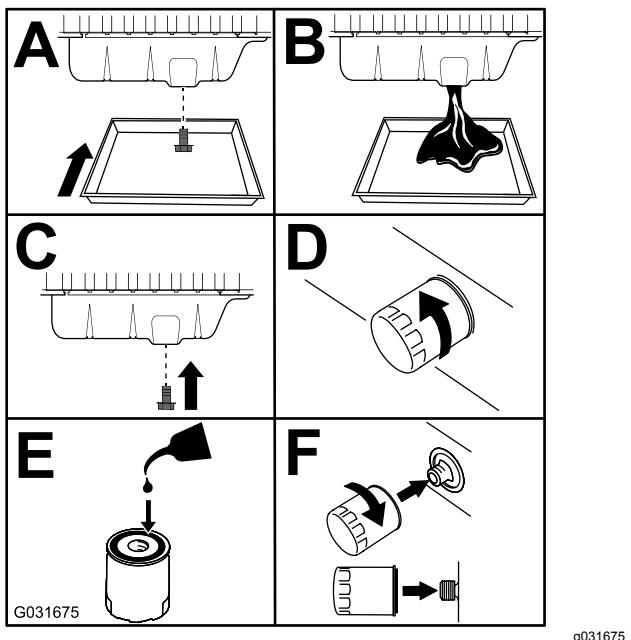

Figura 87
3. Substitua o filtro e o óleo do motor (Figura 87).